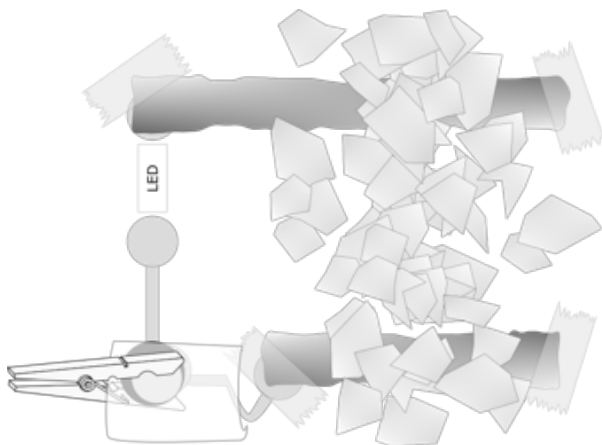

Bild 3
- f. Streue die Aluminiumschnipsel langsam auf den Schaltplan (Bild 3).